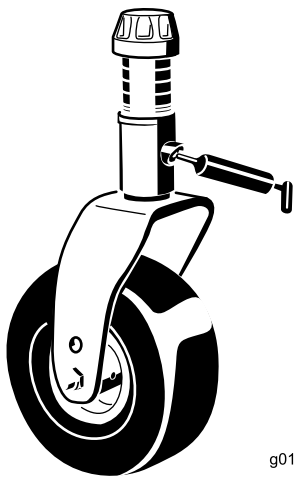

Figure 46
- 1 bagues d'axe de fourche de roue pivotante (Figure 46)